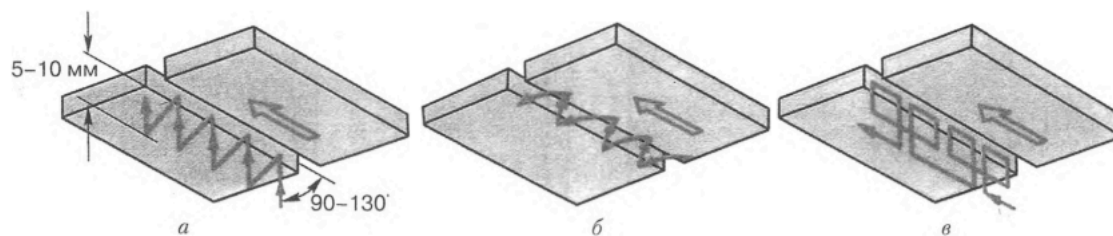

Рис. 50. Виконання стельових швів:
-драбинкою (рис. 50, а) — електрод розміщують під кутом $90-130^\circ$ до стельової площини, підводять до виробу й запалюють дугу. Після утворення маленької порції розплавленого металу електрод відводять на 5-10 мм від стельової площини і повертають, перекриваючи закриста-
-півмісяцем (рис. 50, б) — електрод розміщують під кутом $90-130^\circ$ до стельової площини і, маніпу-
-зворотно- поступально (рис. 50, в) — кінцем електрода зварник безперервно повертається назад на закристалізовану поверхню металу, постійно подовжуючи валик.